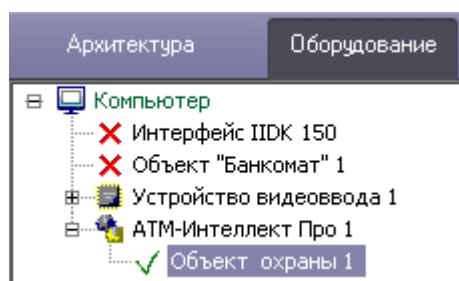

Рис. 8.2—5 Объект охраны
20. После создания объекта **Объект охраны** в правой части диалогового окна **Настройка системы** отобразится панель настройки данного объекта (Рис. 8.2—6).